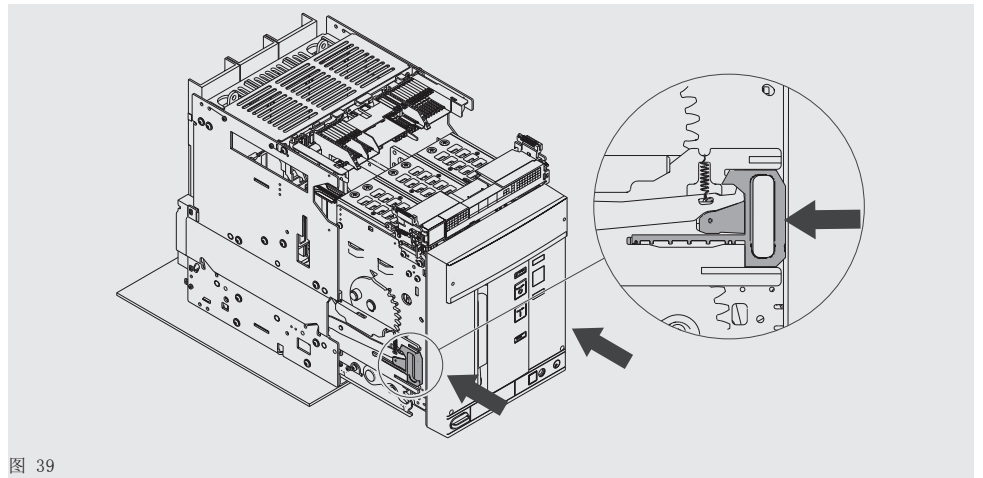

图 39
6. 将固定部分的导轨往里推，直到移动部分不能再往里为止。请查阅 图 39.